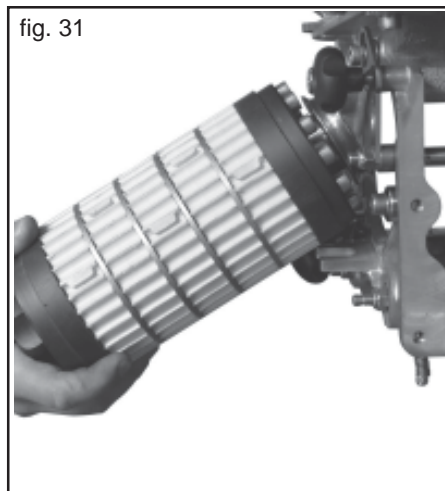

fig. 31
- 2) Extraer el rodillo de siembra (Fig. 31) como descrito y indicado anteriormente..